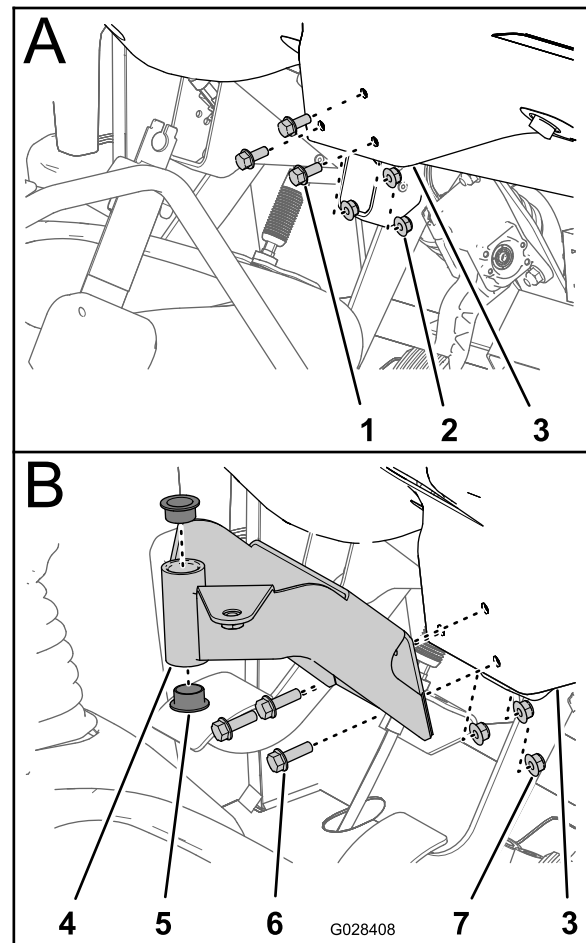

Bild 17
1. Entfernen Sie die drei Schrauben und drei Muttern, mit denen das Armaturenbrett unten in der Mitte an der Armaturenbrett-Stützhalterung befestigt ist (Bild 17).
2. Fluchten Sie die Löcher in der Befestigungshalterung für die Steuerkonsole mit den Löchern im Armaturenbrett und der Stützhalterung aus (Bild 17).
4. Ziehen Sie die Muttern und Schrauben mit (Bild 17) an.
5. Stecken Sie die zwei Kunststoffbüchsen in die Befestigungshalterung (Bild 17).